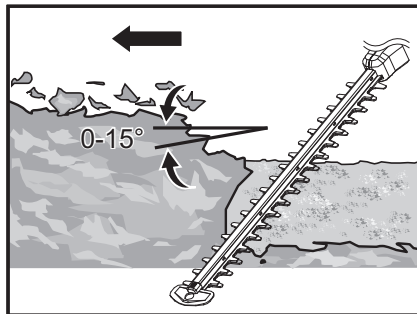

Fig. 28
8. După tăierea părților laterale, continuă cu vârful. Încearcă să ții dispozitivul de tăiere înclinat la aproximativ 15° față de suprafața de tăiere (fig. 28).